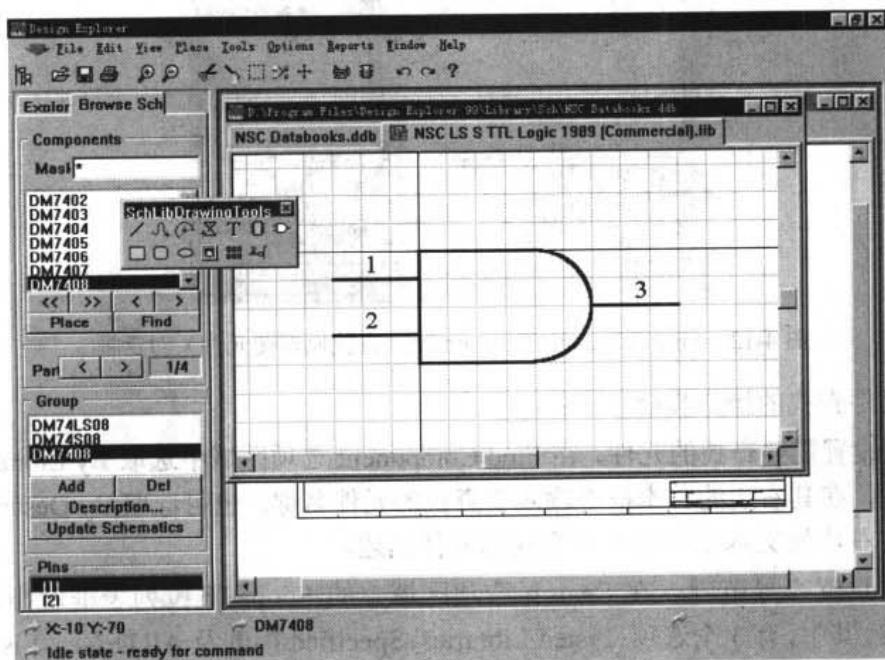

图 4-10 编辑“DM7408”元件界面
**编辑元件：**用鼠标左键单击准备编辑的元件，然后单击元件浏览选项区域中的 Edit 按钮，将自动激活元件编辑器。例如，可通过单击选择元件“DM7408”后，再按下 Edit 按钮，就启动了元件编辑器，如图 4-10 所示。